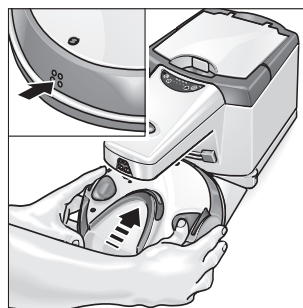

Fig. 7: Punerea în funcțiune după un timp de repaus îndelungat
- Așezați robotul lângă stație și presăți contactele de încărcare ale robotului, de contactele de încărcare ale stației, pentru o durată de aprox. 60 de secunde (fig. 7).